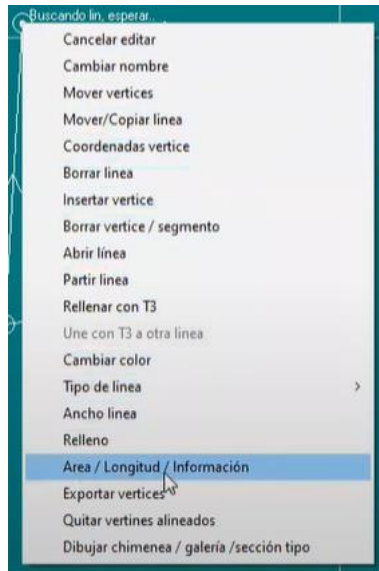

Figura 259. Cálculo del área y perímetro.
68. Para calcular el área y perímetro, dar clic en cualquier vértice y seleccionar la opción “Área/Longitud/Información”. Figura 259.